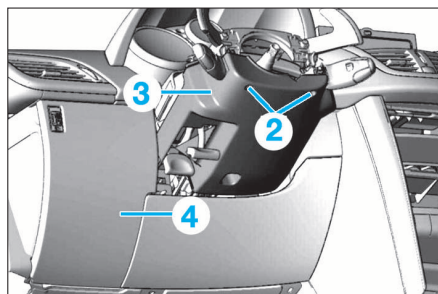

FIG. 4
- les vis de fixation de la gaine inférieure (2) (Fig.4).
- la gaine inférieure (3)
- le volet d'accès (4) du boîtier fusibles.